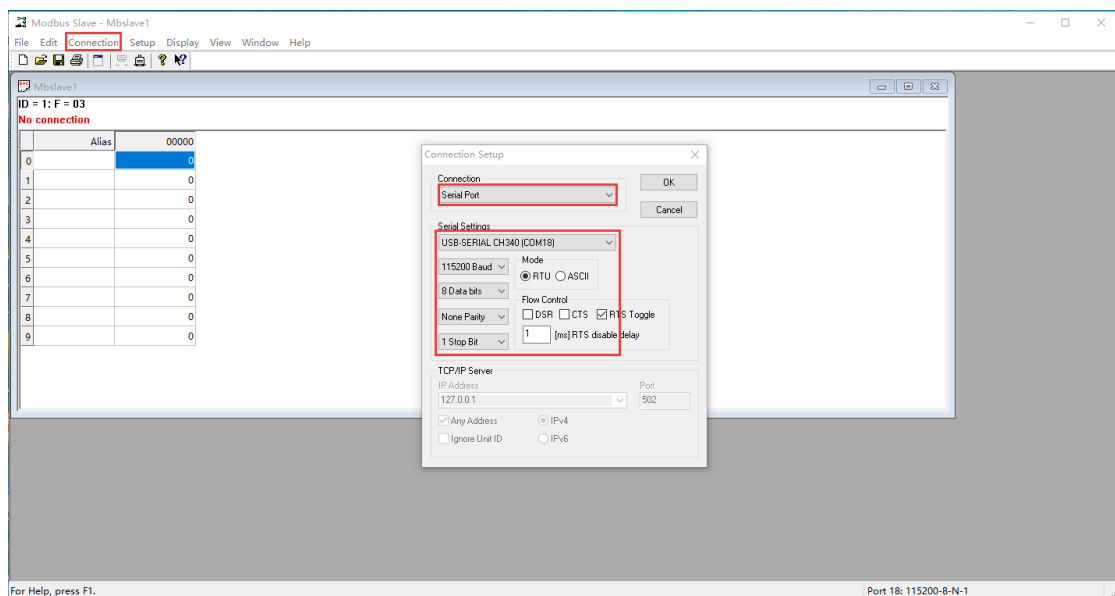

Abbildung 6-26 Slave-Software MODBUS\_RTU-Parametereinstellungen
- (6) Wählen Sie den RTU-Modus und stellen Sie die Parameter der seriellen Schnittstelle entsprechend den Einstellungen der seriellen Schnittstelle des Geräts ein, wie in Abbildung 6-26 gezeigt.